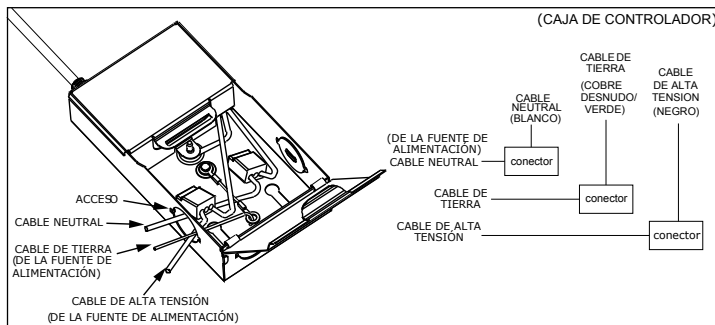

Figura 2
- Conecte el cable negro al cable bajo tensión, el cable blanco al cable neutro y el cable verde es para conexión a tierra. Cierre la cubierta del disyuntor. (Figura 2)